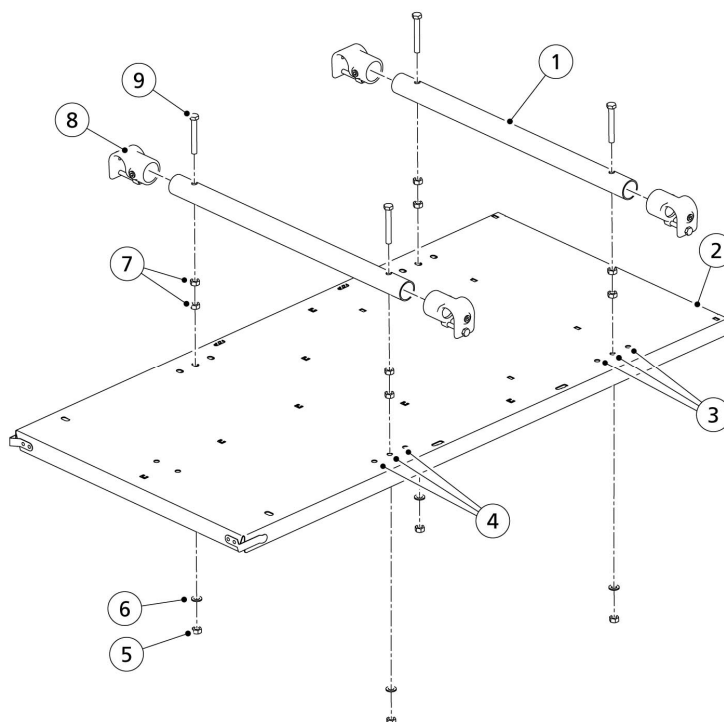

Abbildung 21. Montage der Rohre an der Frontplatte
1. Montieren Sie die vier T-Klemmen (8, abb. 21, Seite 5-11) mit einem Inbusschlüssel von 8 mm locker an den beiden Befestigungsrohren (1).
2. Schrauben Sie die vier Schrauben (9) und acht Muttern (7) auf die Befestigungsrohre.